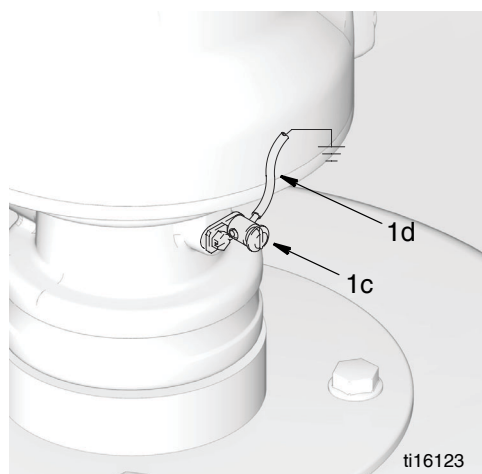

Рис. 1
- **Насос:** используйте провод заземления и зажим, как показано на Рис. 1.